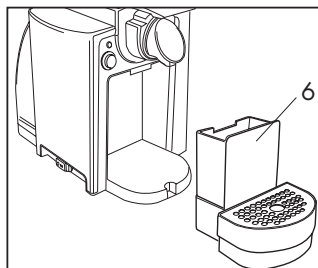
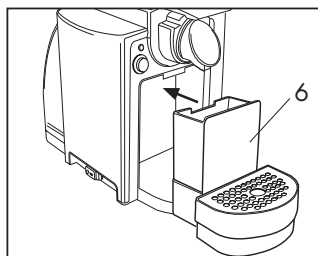

Fig. 12
Fig. 13
- Se la spia blu pronto macchina (2) lampeggia, significa che sono state usate 14 capsule ed il cassetto portacapsule (6) è pieno. In tal caso l'erogazione non viene effettuata. Estrarre il portacapsule (6) svuotarlo e risciacquarlo **(Fig. 12)**. Pulire la vaschetta e la griglia dai residui di acqua e caffè. Una volta pulito, reinserire la vaschetta con il portacapsule **(Fig. 13)**. Risetare la spia pronto macchina (2) tenendo premuto il tasto erogazione (3) per due secondi o spegnere e riaccendere la macchina con l'interruttore principale (9).
- Il portacapsule può contenere al massimo 13 capsule, è quindi opportuno svuotarlo regolarmente per evitare che le capsule si incastrino. Per fare questo occorre estrarre il portacapsule (6) (Fig. 12). Svuotare il portacapsule e risciacquare. Pulire la vaschetta e la griglia dai residui di acqua e caffè. Una volta pulito, reinserire la vaschetta con il portacapsule (Fig. 13)